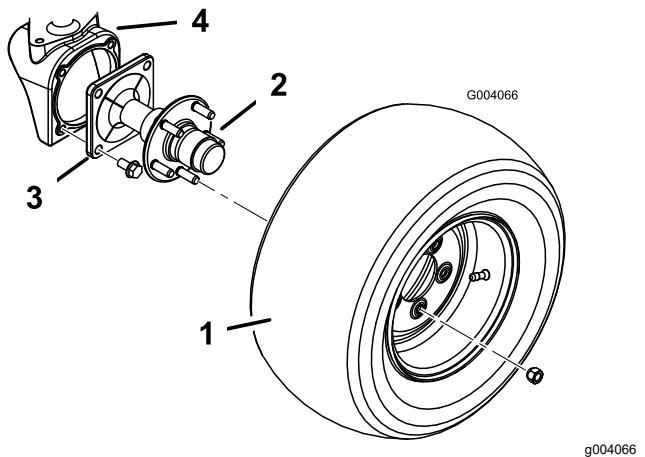

Figura 1
3. Remova os 4 parafusos flangeados que fixam cada eixo da roda a cada caixa do motor da roda (Figura 1). Retire os eixos das rodas. O cubo da roda não necessita de ser removido do eixo.
2. Remova as 5 porcas de roda fixando cada pneu traseiro ao eixo do cubo da roda (Figura 1). Retire os pneus.